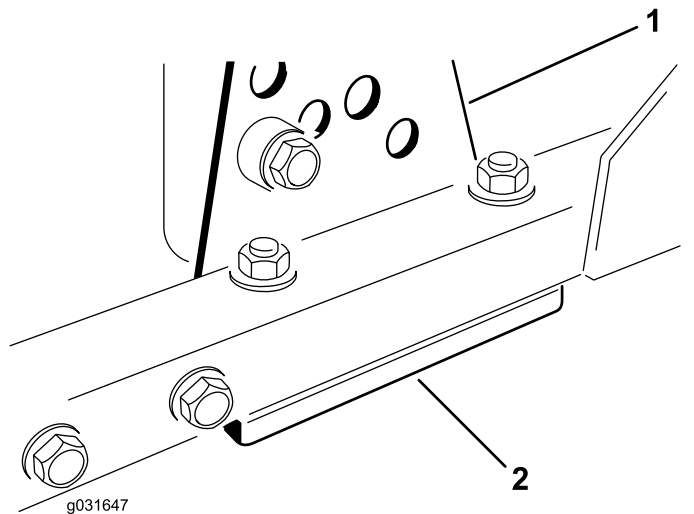

図 71
1. 刈り高ブラケット前、左、右をカッティングユニットのフレームから外す 図 71。
2. カッティングユニットのフレームとブラケットとの間に厚さ 1.5mm または 0.7mm のシム、場合によってはこれらの両方を挿入して、希望する刈り高を達成する 図 71。
3. 余ったシムを刈り高ブラケットの下に入れ、刈り高ブラケットをカッティングユニットのフレームに取り付ける 図 71。